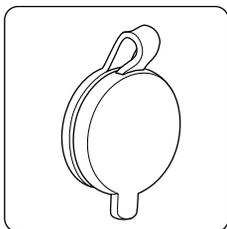

рис. 4
Розетка (15) (рис. 4) служит только для зарядки 12-вольтового аккумулятора.